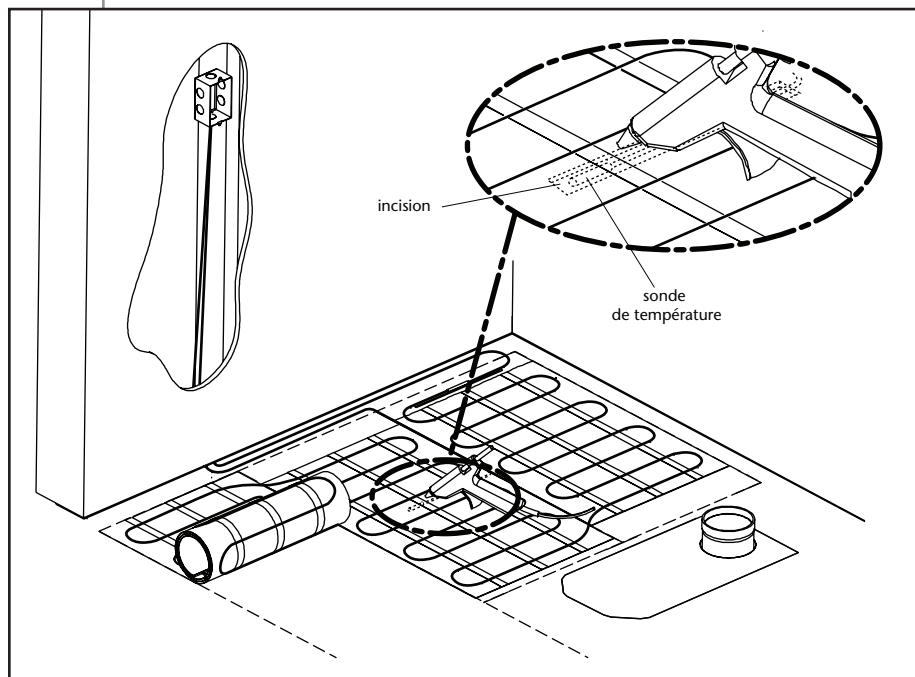

Figure 4.5
- Coller la sonde au sous-plancher (figure 4.5). Celle-ci doit être solidement fixée au sous-plancher afin de rester en place au moment de verser le ciment ou autre liant équivalent (colle à base de ciment, colle à céramique, ciment auto-nivelant).